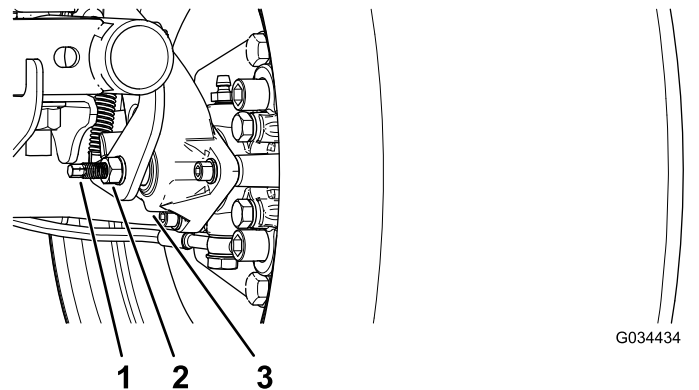

Figura 50
3. Usando 2 llaves, sujete el espárrago de ajuste de la pinza con una llave y afloje la contratuerca ¼ de vuelta con la otra llave (Figura 50).
4. Sujetando el espárrago de ajuste y la contratuerca para que no se muevan, gire el espárrago de ajuste hacia dentro para apretarlo (Figura 50).
5. Sujetando el espárrago de ajuste y la contratuerca para que no se muevan, afloje el espárrago $\frac{1}{4}$ de vuelta (Figura 50).
6. Sujetando el espárrago de ajuste y la contratuerca para que no se muevan, apriete la contratuerca (Figura 50).